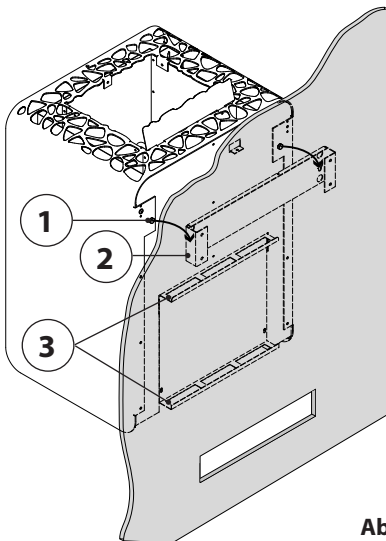

Abb. 5
- Den Saunaofen mit den beiden Sechskantköpfen (1) auf der Ofenrückseite in der Wandhalterung (2) einhängen und an den beiden Abstandhaltern (3) anlegen (Abb. 5).